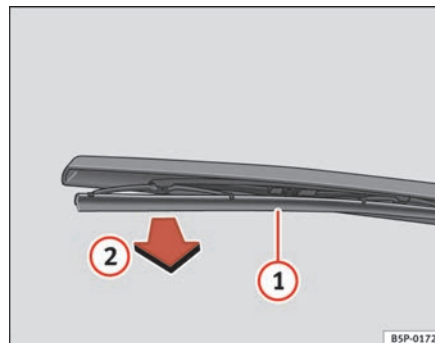

Fig. 171 Cambio de la escobilla del limpialuneta
- Separe el brazo del limpialuneta de la luneta ⇒ fig. 171
- Desenclipe la escobilla ① y tire de ella ②. ⇒ fig. 171